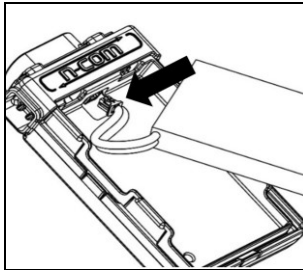

Abb. 2
- Verbinden Sie den Stecker am Gegenstück (Abb. 2) und vergewissern Sie sich dabei, dass der Stecker in der korrekten Richtung eingefügt ist. Um den Batteriestecker vollständig im Gegenstück einfügen zu können, verwenden Sie, falls erforderlich, das (mitgelieferte) Flachkopfwerkzeug.